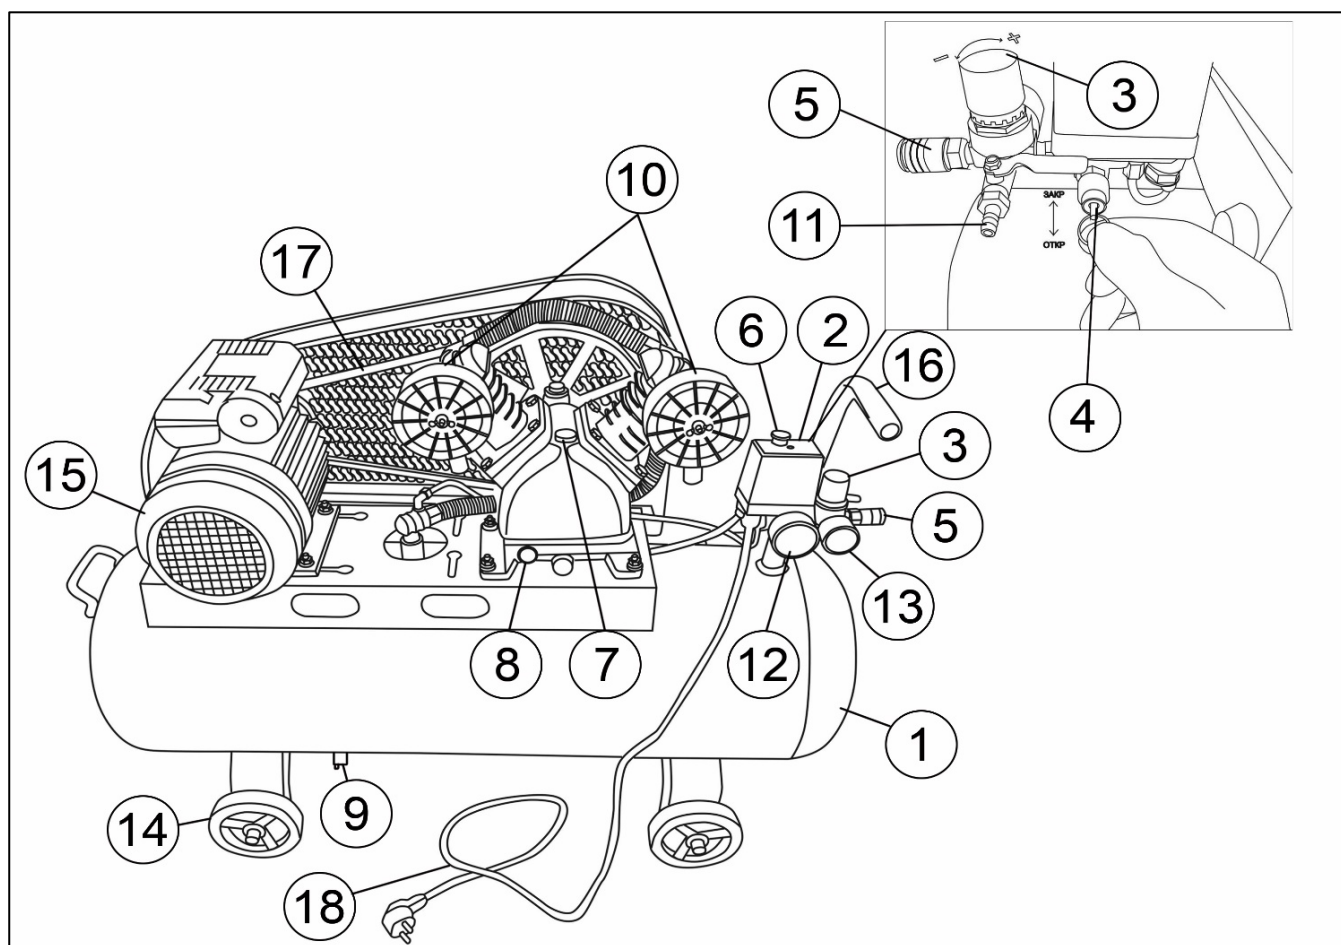
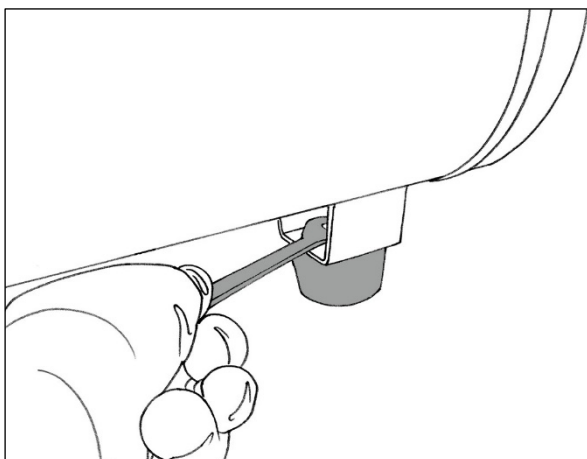

Рис. 2 Общий вид КМП-400/50Р, КМП-400/100Р.
Рис. 3. Установка подножки
- Установите колеса и резиновую подножку при помощи болтов из комплекта, как показано на рис.2 и рис.3, если они не были установлены.